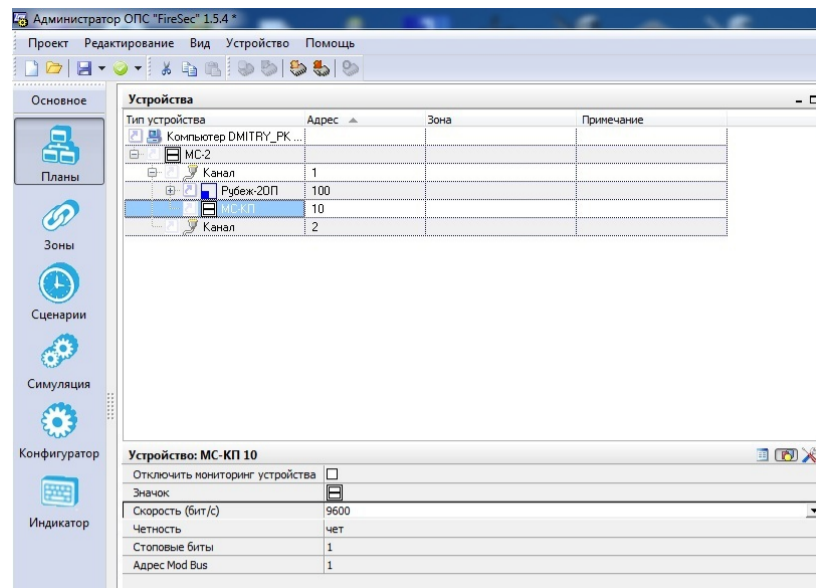

Рисунок 3
6.6 Далее, в дереве устройств программы FireSec (Рисунок 3), выделив МС-КП, перейти в поле Устройство: МС-КП, где из предлагаемых значений выбрать Скорость обмена по Каналу 2, Стопные биты, проверку на Четность и задать с помощью клавиатуры Адрес Mod Bus (от 1 до 247).